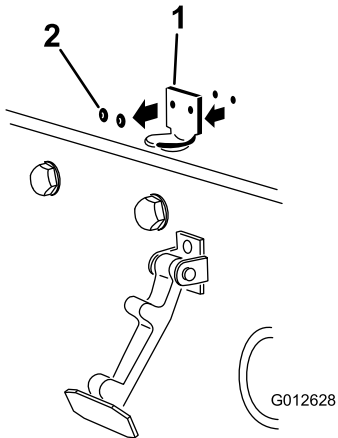

Figure 7
2. Déposez les 2 rivets qui fixent le support du loquet au capot (Figure 7).